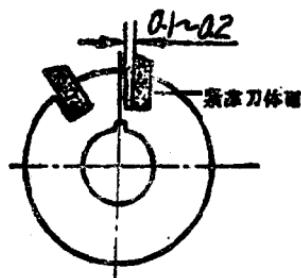

图 3
3. 在多刃刀具的刀体上焊接刀片时，在刀片槽内装好刀片，而刀片与刀片槽的间隙应为0.1~0.2公厘，不宜过紧，否则会影响刀体在焊后开裂；但也不宜过松，否则刀片易于滑出焊不好（如图3）。